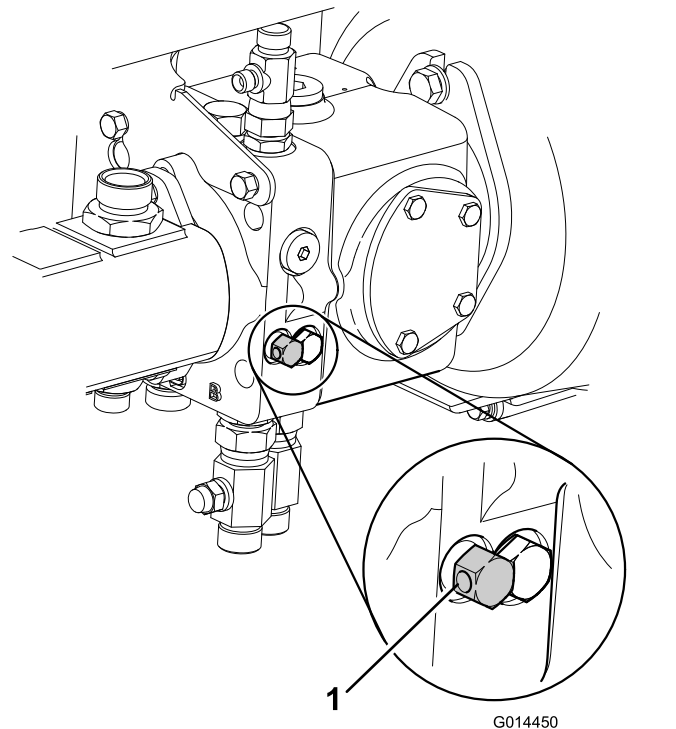

Bild 38
7. Nehmen Sie die hydraulische Betriebsbremse außer Betrieb, indem Sie das Sicherheitsventil, das unter der Getriebepumpe sitzt, um maximal drei Umdrehungen nach links drehen (**Bild 38**).